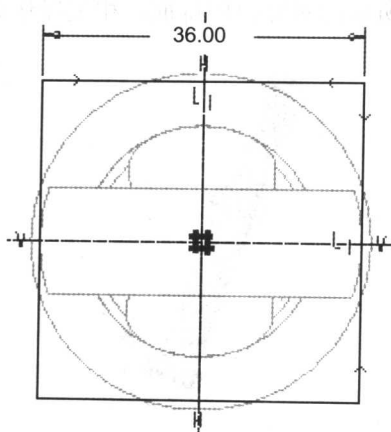

图 1.1.15
(3) 单击草绘截面放置属性定义窗口中的  按钮。
(4) 进入截面草绘环境后, 选取图中的顶点及边线为参照, 绘制如图 1.1.15 所示的特征截面。